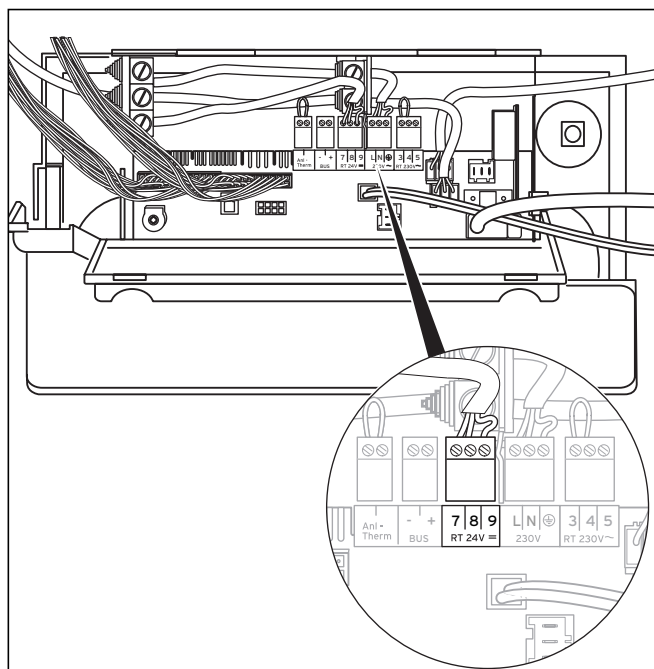

Fig. 5.12 Tilslutning af reguleringer og tilbehør
- Tilslut tilslutningskablerne til de tilsvarende ProE-stik eller stikpladser i henhold til fig. 5.12.